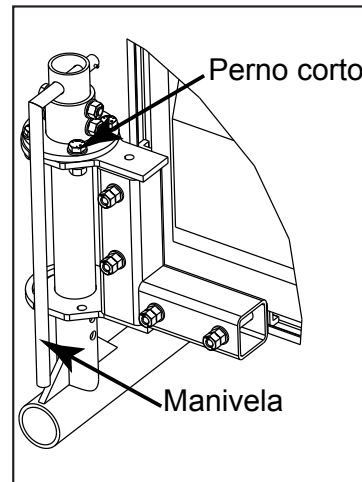

Figura 23: Pernos del brazo de la cámara web
1. Quite los tres pernos cortos del conjunto del codo. Consulte la **Figura 23**.